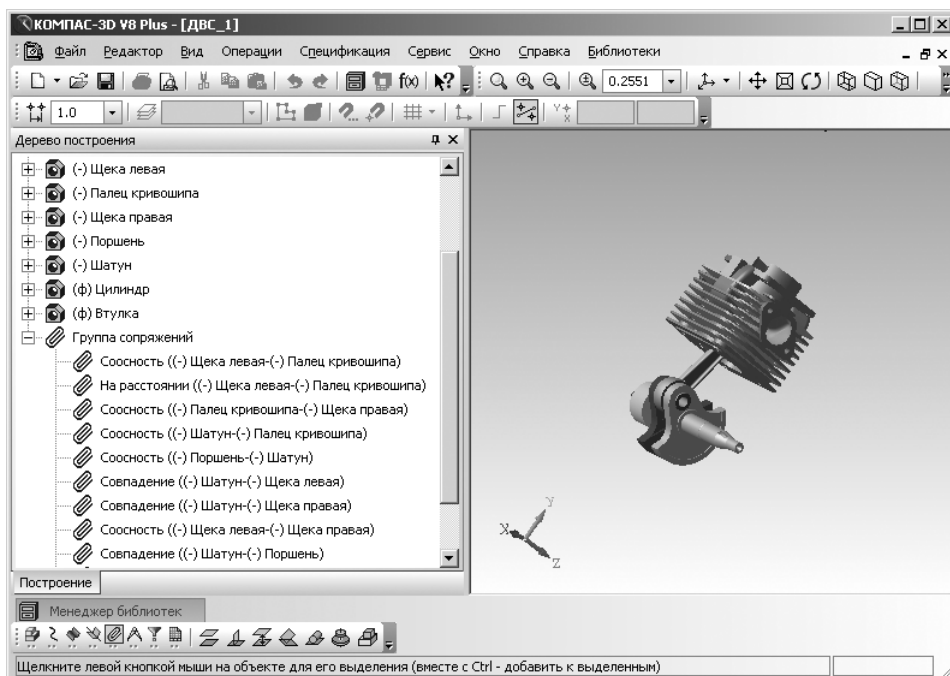

Рис. 2.50. Главное окно системы КОМПАС-3D V8 Plus с открытым файлом **ДВС_1** и раскрытым пунктом **Группа сопряжений**
- щелкните в **Дереве построения** по знаку  перед компонентой **Группа сопряжений**. Появятся созданные сопряжения в сборке, см. рис. 2.50.